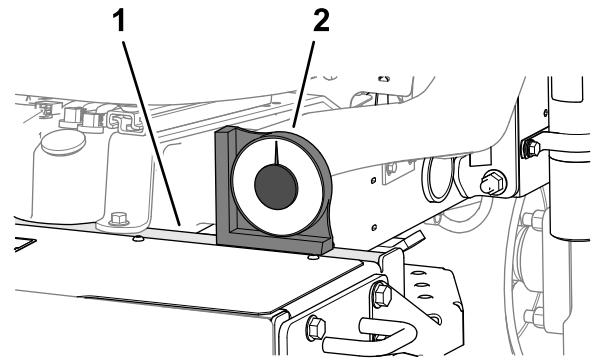

Bild 6
2. Stellen Sie sicher, dass die Maschine waagrecht steht, indem Sie einen Hand-Winkelanzeiger (im Lieferumfang der Maschine enthalten) auf die Rahmenquerträger in der Nähe des Kraftstofftanks legen (Bild 6).